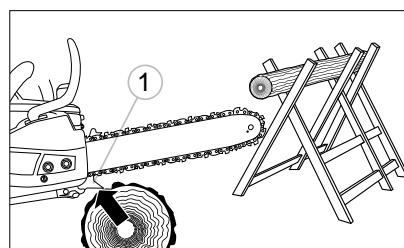

Рис. 19
- При поперечном пилении зубчатый упор 1 (рис. 19) должен устанавливаться на отпиливаемое бревно.